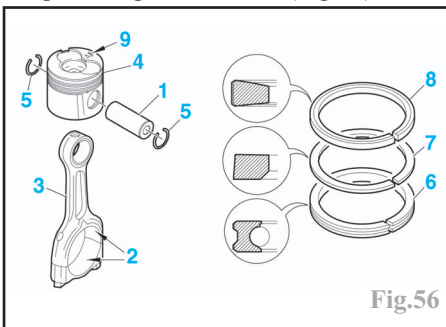

Fig.56
Effectuer l'assemblage de chaque ensemble bielle-piston, en huilant les axes (1) et les demi-coussinets (2) dans la tête de bielle (3). Utiliser des joncs d'arrêt neufs (5) (Fig.56).
Monter les segments huilés sur les pistons en commençant par le segment racleur (6) puis celui d'étanchéité (7) et enfin le segment coup de feu (8) en plaçant les marquages "Top" vers la tête du piston. Tiercer les segments à 120°, en les décalant par rapport à l'axe de piston et à la coupe du segment racleur (Fig.56).